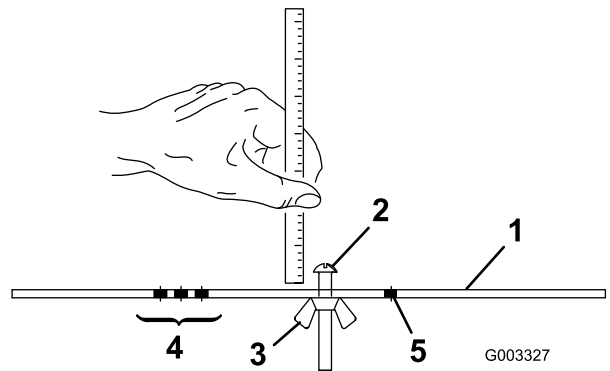

Figura 15
2. Desaperte a porca da barra indicadora (Figura 15) e regule o parafuso de ajuste para a altura de corte desejada. A distância entre a parte inferior da cabeça do parafuso e a face da barra indicadora é a altura de corte.